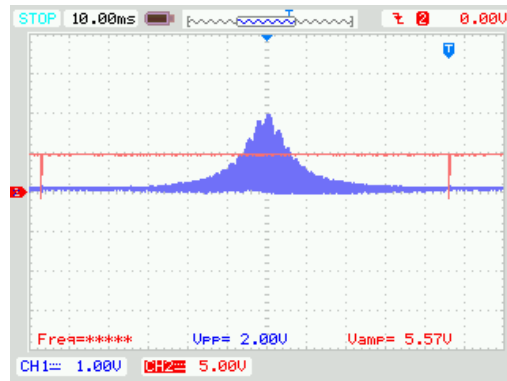
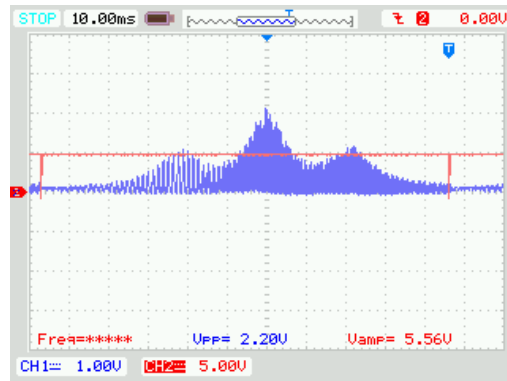

图 33: Vpp: 0[V]
図 36: V_{pp} : 3[V]
7. また、1CH を信号波 (S2) に合わせ、0Vpp に設定し、再度スイープ出力端子に戻し、波形を観測・記録した。これを信号波 1, 2, 3Vpp の場合も観測・記録した。(図 33～図 36 に示す。)